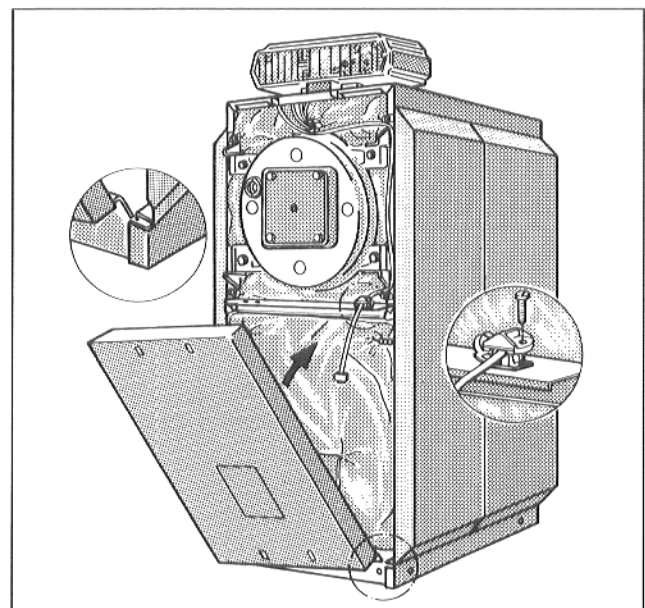

Abb. 22
- Brennerkabel in die Zugentlastung einlegen, Lasche schließen und Zugentlastung mit 2 Blechschrauben festschrauben (Abb. 22).
- Untere Vorderwand mit der Abkantung unten in die Schlitz der linken und rechten Rahmenleiste einsetzen (Abb. 22).
- Untere Vorderwand andrücken, bis die Schlitz in die Haken der Einhängeleiste einrasten (Abb. 22).